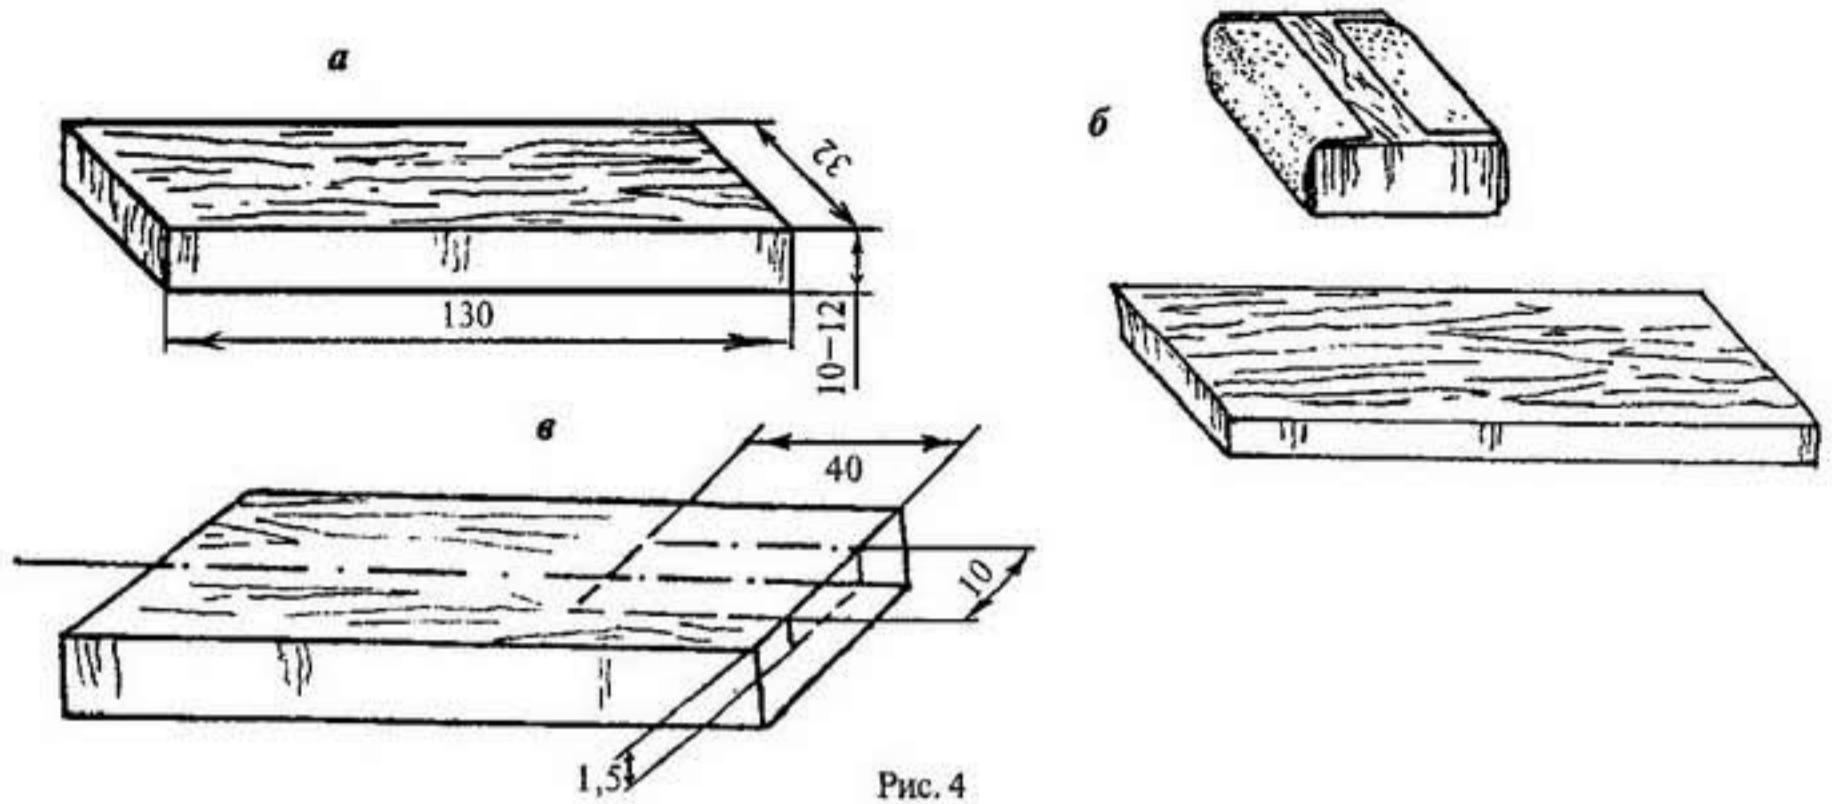
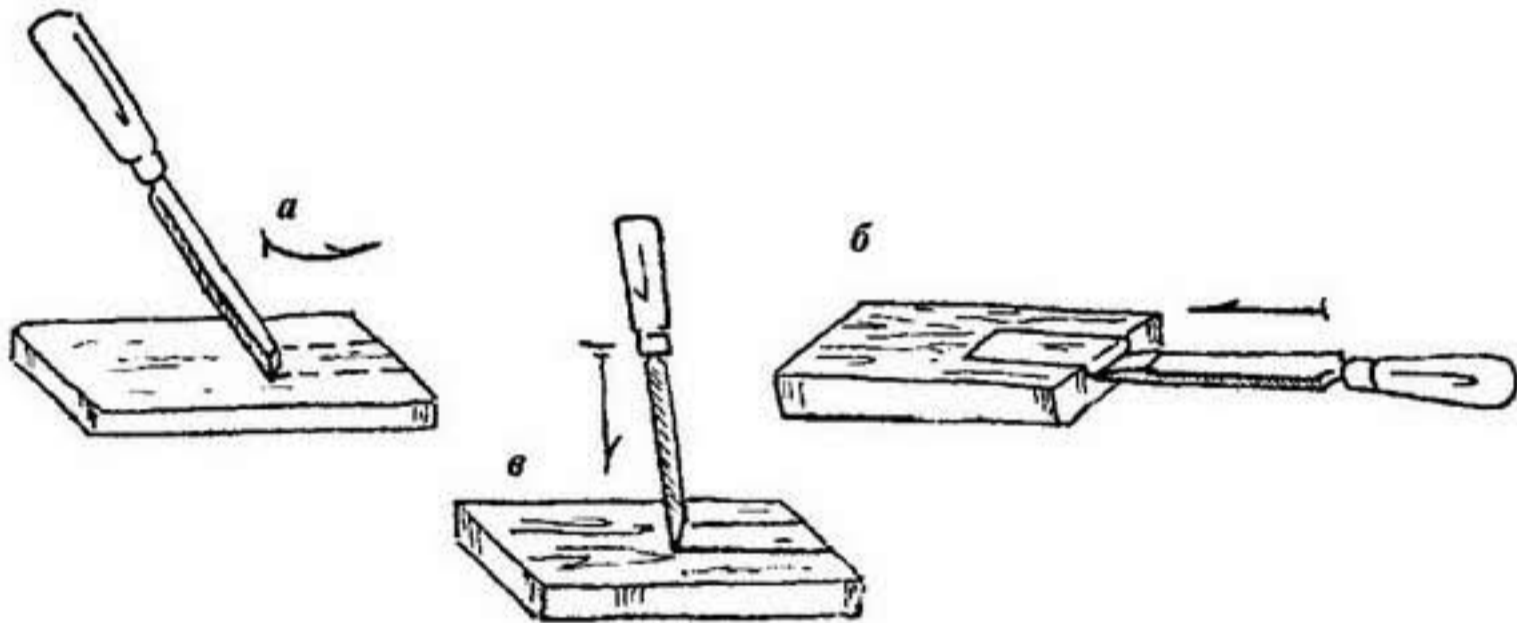

Рис. 4
Рис. 5
2. Выпилите лобзиком или ножовкой две одинаковые заготовки длиной 130 мм, шириной 32 мм (рис. 4, а).
3. Наждачной бумагой («шкуркой»), обернутой вокруг небольшого деревянного брусочка, обработайте по одной широкой стороне каждой заготовки. Такой процесс называется шлифованием (рис. 4, б).
4. После этого на отшлифованной стороне одной из заготовок разметьте паз (углубление) под клинок ножа (рис. 4, в), а затем с помощью плоской стамески шириной 10 мм прорежьте его (рис. 5).